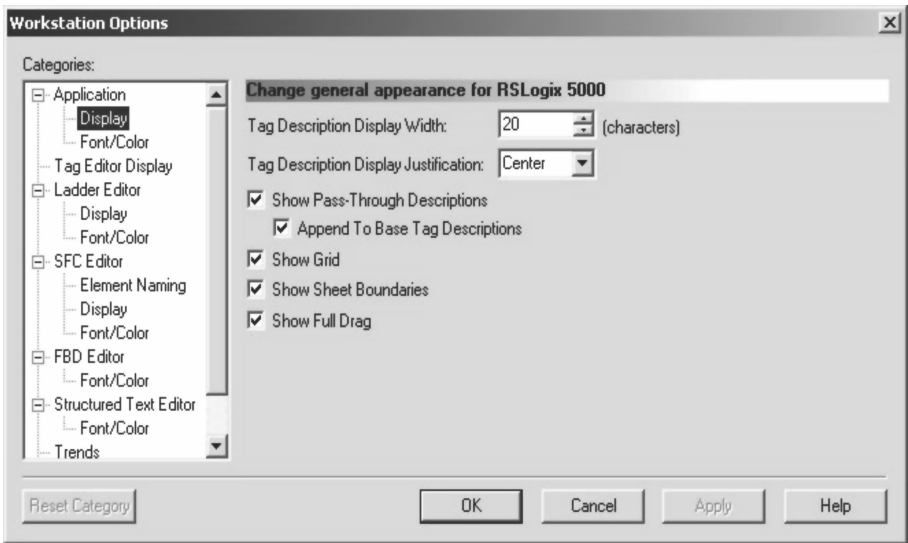

图 9-37 打开的“显示 (Display)”选项界面
34. 在“应用程序”（Application）下，单击“显示”（Display）。窗口如图 9-37 所示。